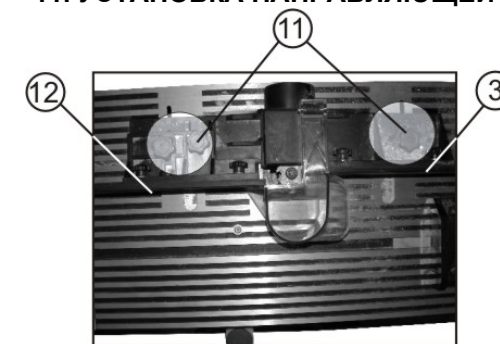

Рис.3
11. УСТАНОВКА НАПРАВЛЯЮЩЕЙ (Рис.3)
12. ОТВОДЯЩАЯ ЧАСТЬ НАПРАВЛЯЮЩЕЙ (Рис.3)